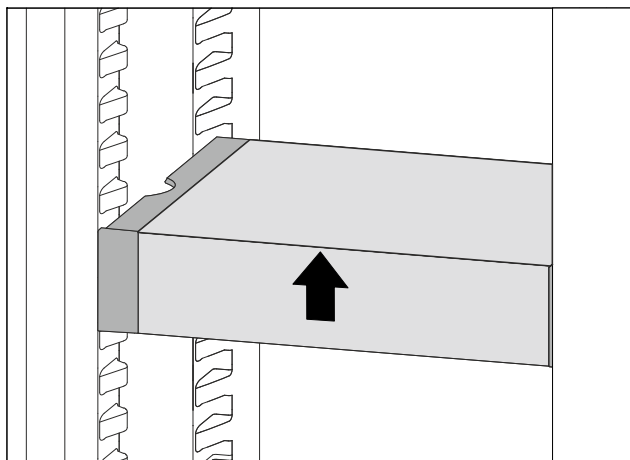

*Fig. 70*
- ▶ Установите выдвижной ящик VarioSafe за стопоры на требуемый выступ *Fig. 70 (1)* или *Fig. 70 (2)*.